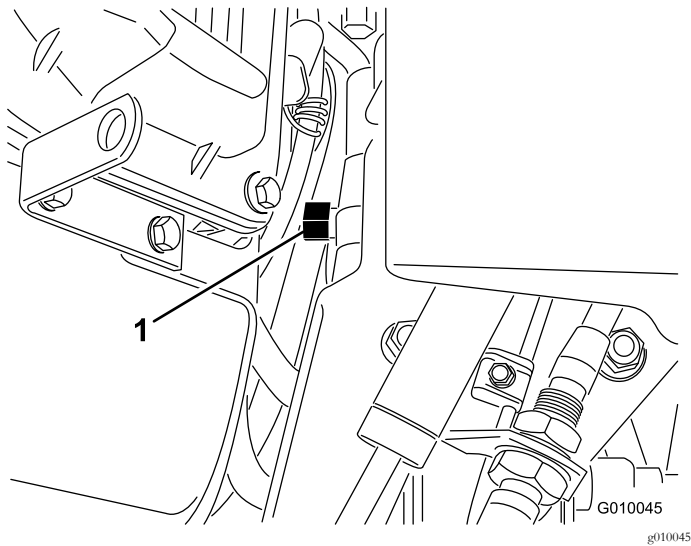

Bild 30
2. Finden Sie das Sicherheitsventil zwischen der Motor und der hydrostatischen Pumpe (Bild 30).
3. Drehen Sie das Sicherheitsventil mit einem Schlüssel ($\frac{5}{8}$ ") eine Umdrehung nach links. So kann das Hydrauliköl an der Pumpe vorbei fließen, und die Räder können sich ungehindert drehen (Bild 30).
5. Drehen Sie das Sicherheitsventil um eine Umdrehung nach rechts (Bild 30), wenn Sie den Aerifizierer erneut verwenden möchten.